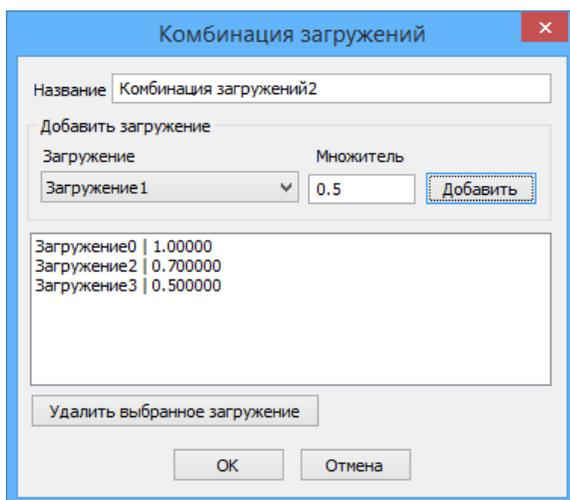

Рис. 3.4. Диалог Комбинация загрузий
**Комбинация загрузок** – команда вызывает диалог *Комбинация загрузок* (Рис. 3.4). Комбинация загрузок представляет собой линейную комбинацию одновременно действующих загрузок. Возможно создание нескольких комбинаций загрузок.